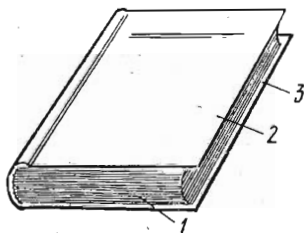

Рис. 4. Издание в переплетной крышке:
**Издание в переплетной крышке** (рис. 4) имеет более сложную конструкцию. Оно состоит из книжного блока и переплетной крышки. Чаще всего размеры переплетных крышек несколько превышают формат блока, поэтому после вставки блока выступающие края крышки образуют канты.